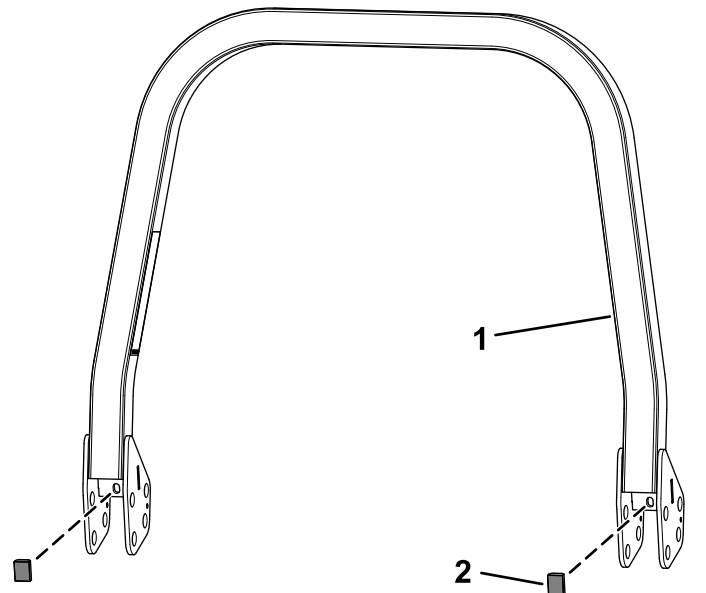

Figura 4
2. Sujete los dos topes al conjunto superior de la barra antivuelco (Figura 4).